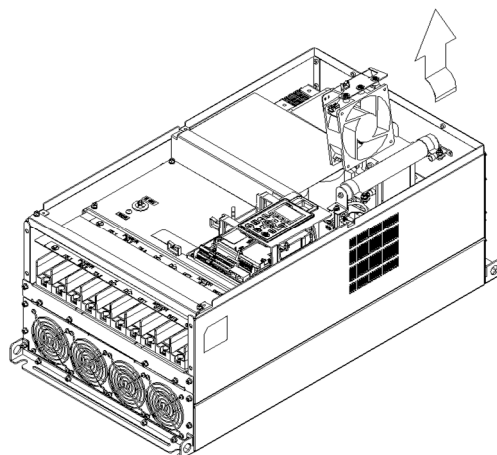

图 4
3. 将螺丝卸下后, 即可取出风扇。螺丝扭力值: 12~15 kg-cm / [10.4~13 lb-in.] / [1.2~1.5 Nm] (如图 3 及图 4 所示)